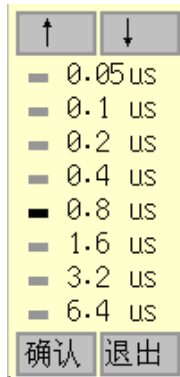

图 3.6 采样周期选择
8. 采样周期：每两个采样点之间的时间间隔，按**确认**键弹出图 3.6 所示的选择界面，共分为 8 档：0.05us、0.1us、0.2us、0.4us、0.8us、1.6us、3.2us、6.4us，通常情况下，如果被测对象的声时比较长，则需要选择比较大的采样周期，采样周期的选择方式与测试方式选择完全相同。